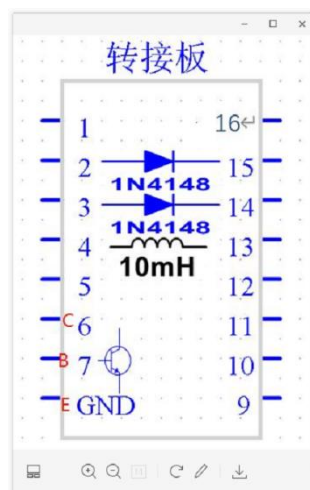
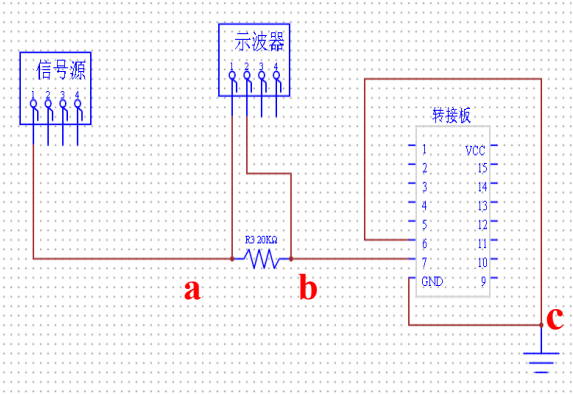

图 1-12 转接板
图 1-22 晶体管输入特性测试电路图 1
- 1.使用三极管 9013（集成在转接板上，管脚参照图 1-12），在 ELF-BOX3 实验台的画布区域自主搭建该电路如图 1-22 所示，搭建好后点击下发，下发成功后双击示波器查看测试结果。